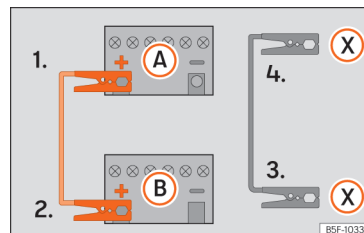

Fig. 44 Esquema de ligação para veículos com sistema Start-Stop.
- 4b. *Nos veículos com sistema Start-Stop:* li-gue uma extremidade do cabo auxiliar de arranque *preto* **(X)** a um terminal de massa adequado, a uma peça de metal maciça que esteja aparafusada ao blo-co do motor ou ao próprio bloco do mo-tor » **Fig. 44.**